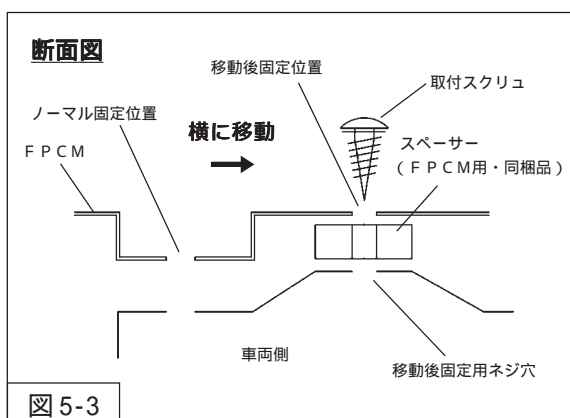

図5-3
- (1) 右リアダンパー上にあるFPCM前側の取付スクリュを取外してください。（図5-3）
- (2) スペーサー（FPCM用・同梱品）を使用して、ノーマル固定位置の右隣にある穴でFPCMを固定してください。（図5-3）